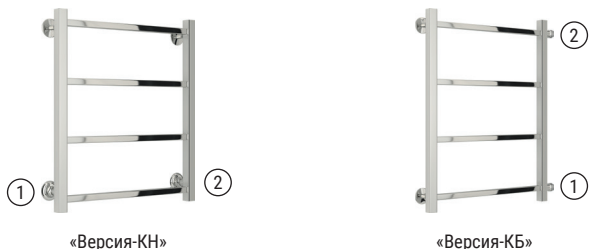

Рис. 1
4.1. Схемы стандартного подключения к системе ГВС или отопления (рис. 1). Подключение осуществляется по схеме: 1-2, 2-1.